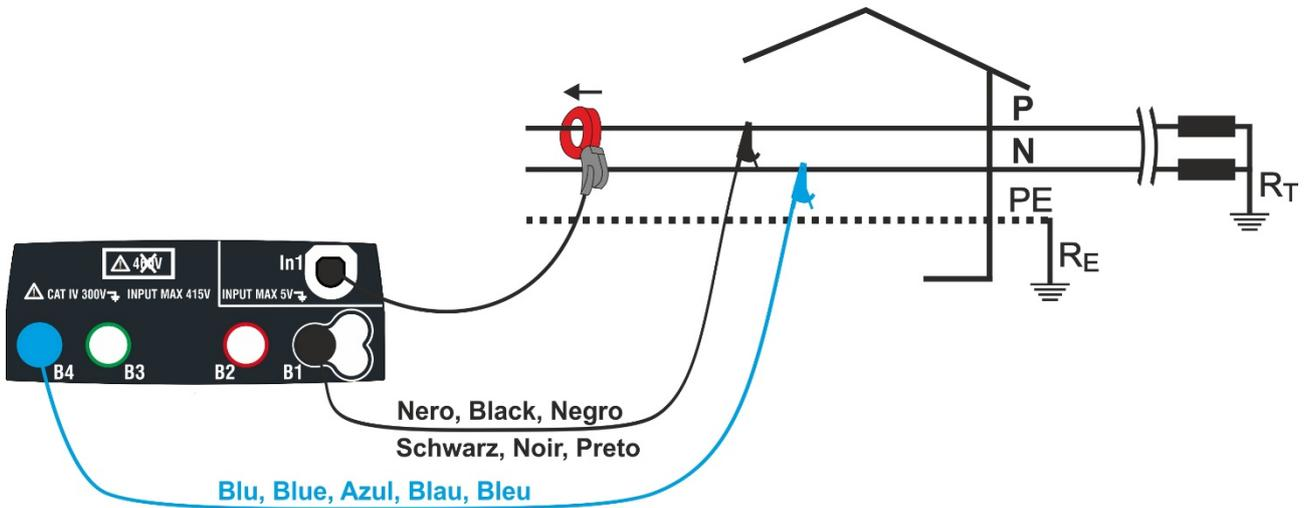

Fig. 37: Conexão para medição em planta Monofásica
4. Insira os conectores azul e preto dos cabos individuais nos respectivos terminais de entrada do instrumento B4, B1. Insira o correspondente crocodilo ou punção no final dos cabos. Conecte os crocodilos, ponteiros às fases P e N de acordo com a Fig. 37 para medir a tensão em sistemas monofásicos ou nas fases L1 e L2 de acordo com a Fig. 38 para medir a tensão em sistemas trifase equilibrados. Conecte o grampo externo à entrada **In1** do instrumento e ao condutor de fase para sistemas monofásicos ou estágio L3 para sistemas trifásicos balanceados. A flecha no grampo deve seguir a direcção em que a corrente flui, normalmente do gerador para a carga, como mostrado nas Fig. 37 e Fig. 38